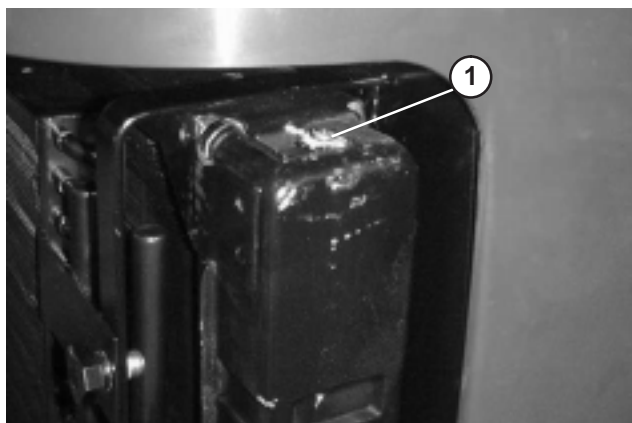

Figure 16
**Remarque :** Si de l'air est présent dans le système, retirez le bouchon d'aération (Fig. 16) en haut du réservoir latéral du radiateur pour permettre à l'air de s'échapper. Remettez le bouchon d'aération en place après avoir enduit le filetage de produit d'étanchéité au Teflon.